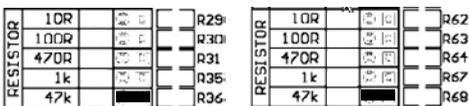

Figure 3: Réglage par défaut de la résistance de charge, canal gauche et droit
Il y a cinq (5) réglages différents disponibles pour ajuster la résistance de charge: 10 $\Omega$ , 100 $\Omega$ , 470 $\Omega$ , 1k $\Omega$  et 47k $\Omega$ . (Voir Figure 3).